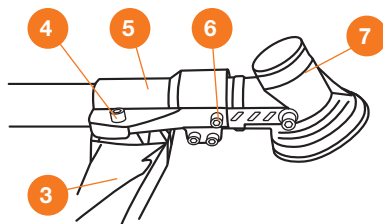

Рис. 6
- Открутите винт **6** на редукторе **7**, установите площадку **5** на редуктор и закрепите винтом **6**. Совместите крепежные пазы площадки **5** и кожуха **3** - зафиксируйте винтом **4** (Рис. 6).